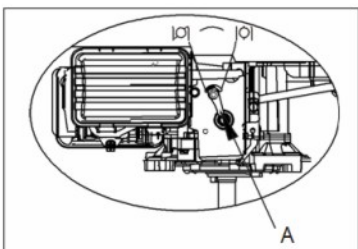

Fig. 2B A. Acceleratore
b) Attivare la farfalla dell'aria . (Fig. 2B)